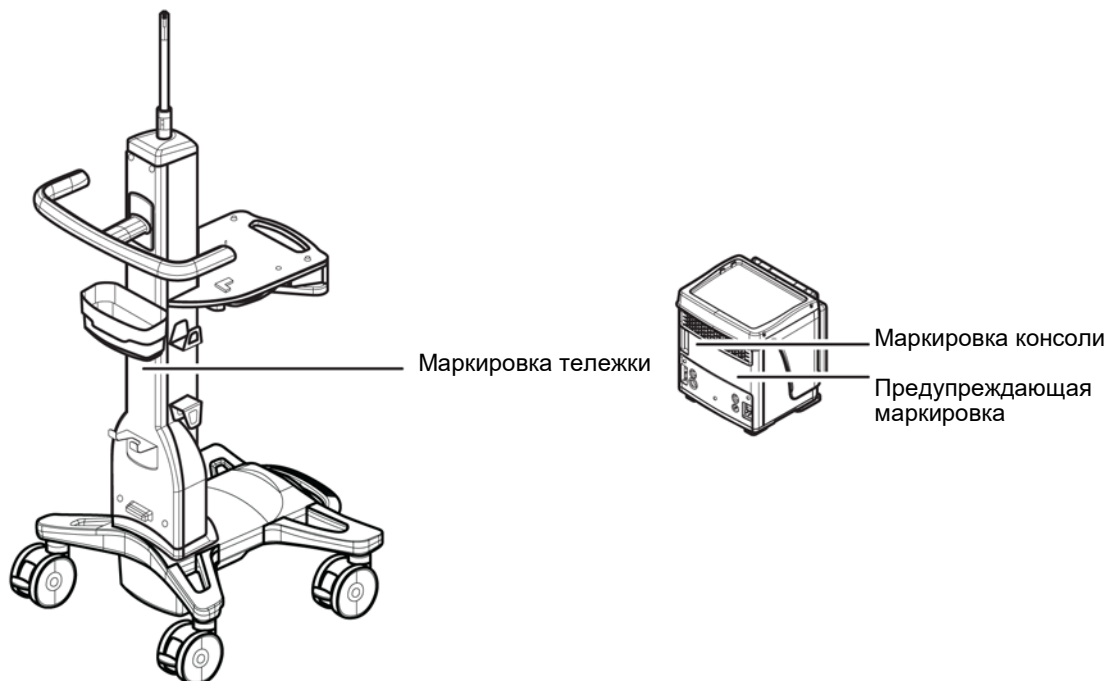

Рисунок 1-3 Расположение маркировок на системе *LEGION*
- предупредительных этикеток (см. рисунок 1-3);